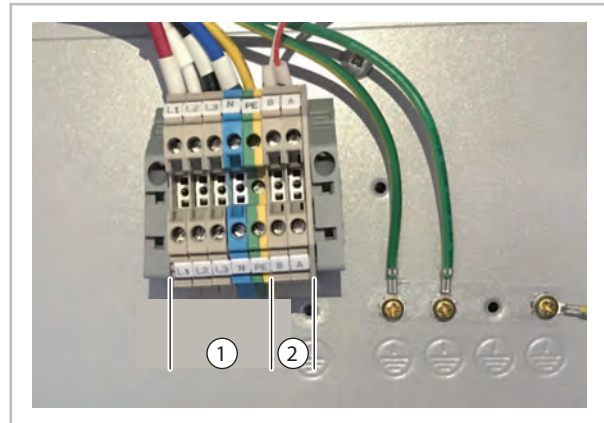

Abb. 11: Anschlussklemme Außenmodul WKF/WKF-compact 170
- Bei der Serie WKF/WKF-compact 170 ist es darauf zu achten, dass nur die Klemmen L1(R), L2(S), L3(T) und N angeschlossen werden (siehe Abb. 11).